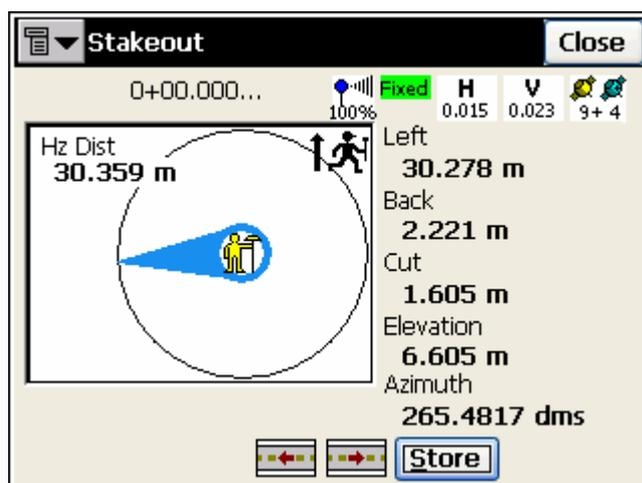

Рисунок 7-19. Разбивка - рабочее окно при использовании GPS+ приемника
5. При работе с GPS+ приемником: при нахождении выносимой точки на местности руководствуйтесь информацией, приводимой в окне **Stakeout (Разбивка)**. Когда Вы подойдете достаточно близко к необходимой точке, нажмите **Store (Сохранить)** (рис. 7-19)